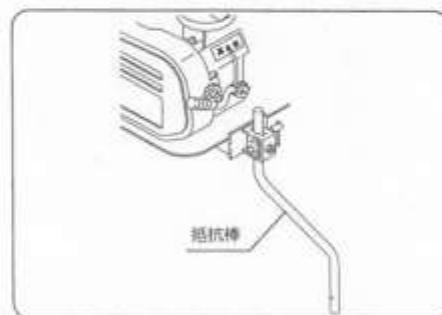

図19
1) 耕す深さの調整方法(図19・20)
- ① 抵抗棒によりハンドルの高さの調整および進行スピードの調整をおこないます。